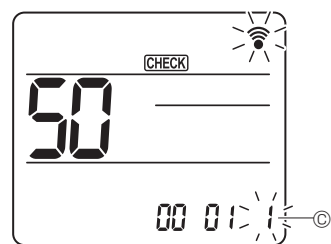

Fig. 6-19
Använd knappen [01] för att ändra inställningsnummer ③. (Fig. 6-19)